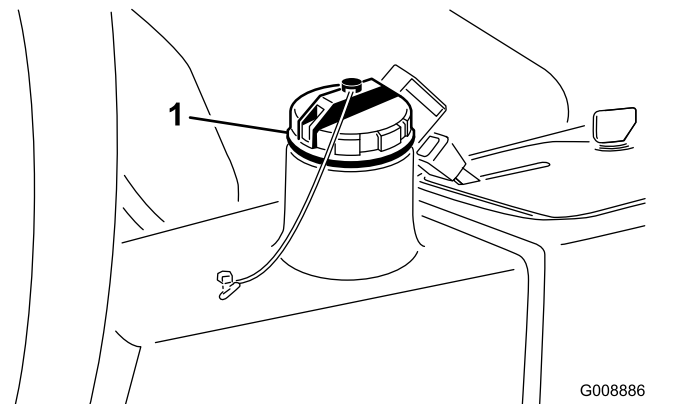

图 81
4. 向液压油箱图 81注入约 13.2L 液压油请参阅 检查液压系统 \(页码 22\)。